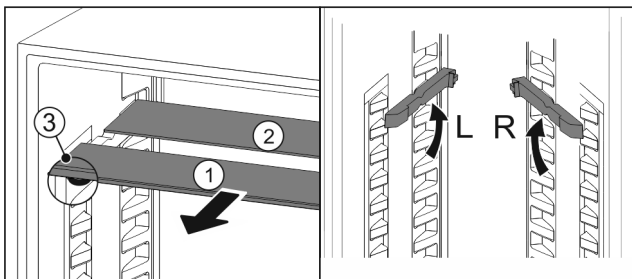

Fig. 127
- ▶ Trekk glassplatene enkeltvis fremover og ut Fig. 127 (1).
- ▷ Glassplate Fig. 127 (1) med pyntelist ligger foran.
- ▷ Stoppere Fig. 127 (3) peker nedover.